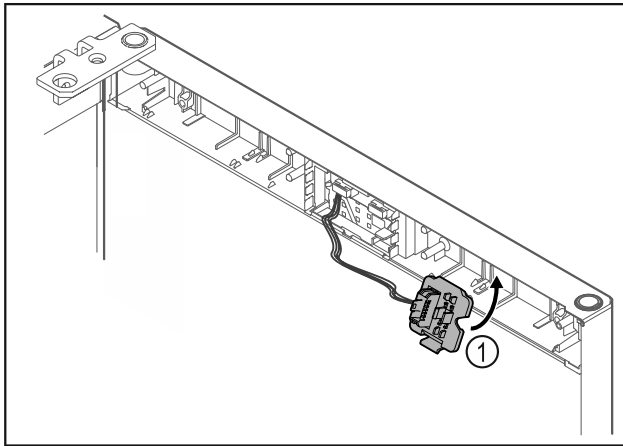

Fig. 17
- ▶ Užfiksukite kištuko laikiklį Fig. 17 (1) priešingoje pusėje.